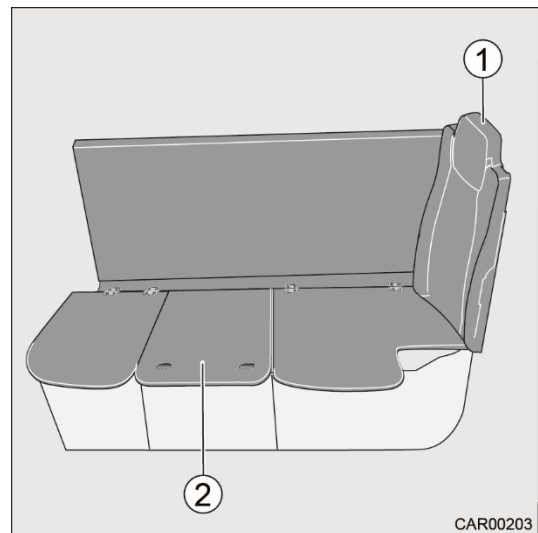

Fig. 23 Transformation du 5^e siège
- Insérer le dossier du siège (Fig. 23/1) dans les guidages.
- Retirer la plaque de siège (Fig. 23/2) et la ranger.